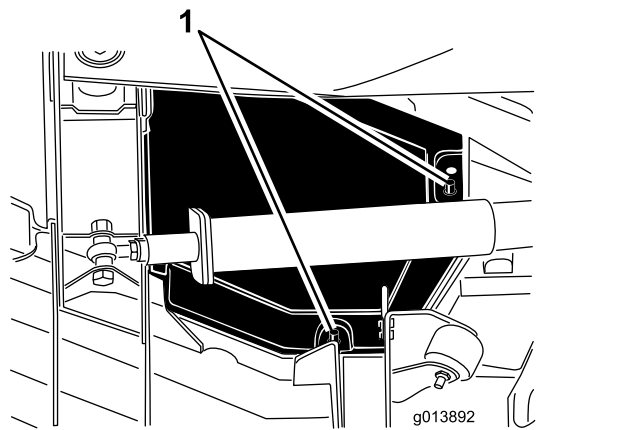

Bild 83
4. Heben Sie die hinteren und inneren Abdeckungskanten von den Befestigungsstreben (**Bild 83**).